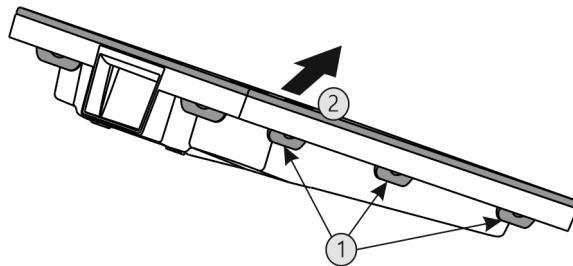

Fig. 61
- ▶ Stlačte za sebou všechny západky Fig. 61 (1) a sejměte kryt Fig. 61 (2).